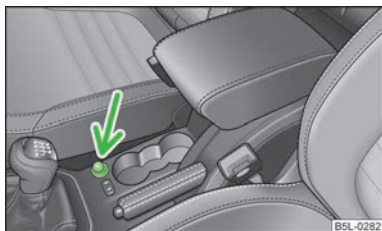

Fig. 69
- > Apăsăți capul brichetei » fig. 69.
În consola centrală față » fig. 69 la pagina 71.
- > Scoateți capacul prizei, respectiv al brichetei » fig. 69 la pagina 71.